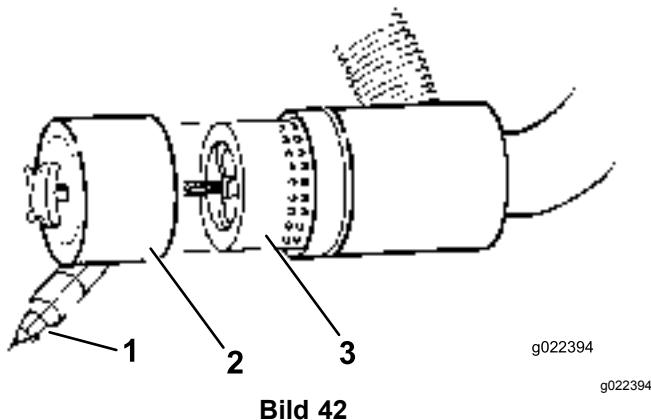

Bild 42
3. Nehmen Sie den Filter heraus und wechseln Sie ihn aus (Bild 42).